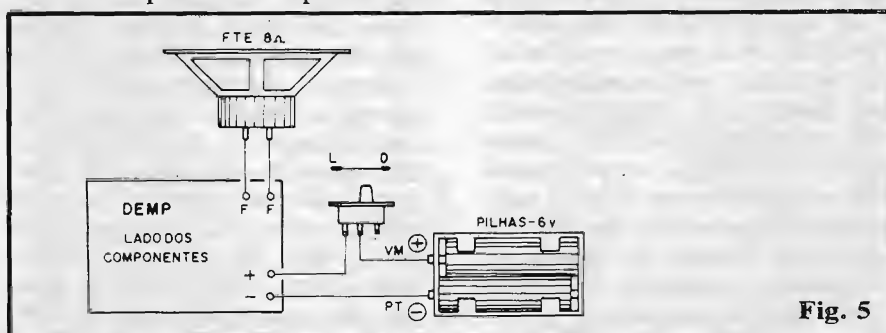

Fig. 5
- FIG. 5 - Conforme já mencionado, as únicas conexões externas ao Circuito Impresso referem-se à ligação do pequeno alto-falante e da alimentação. Quanto a esta, lembrar sempre dos códigos universais de cores, com fio **vermelho** para o **positivo** e fio **preto** para o **negativo**. A chavinha interruptora, como é convencional, fica intercalada no fio do **positivo** da alimentação. Observem ainda que os comprimentos dos fios externos deve ser condicionado pela própria instalação do conjunto no **container** final... Não convém deixar os fios **muito longos** (isso, além de "feio", termina por gerar problemas mecânicos e elétricos...), porém, obviamente, estes devem ter as dimensões mínimas necessárias para uma confortável acomodação na caixa... Bom senso e planejamento não fazem mal nenhum...
O conjunto de características, portanto, do circuito da SUFOR 12-5, como um todo, torna-se extremamente favorável e adequado, apesar da sua relativa simplicidade... É bom lembrar, contudo, que apesar do bom dimensionamento das condições de trabalho dos componentes ativos, estes dissiparão uma relativa potência, sendo então necessário dotar o 7812 de um dissipador pequeno, e o TIP34 de um dissipador maior, conforme relacionado mais à frente (fig. 5), no sentido de proteger tais componentes contra "estouros" térmicos (o circuito é convenientemente auto-regulado e protegido, mas sempre é bom evitar que componentes "fritem", ainda que estes teoricamente "aguentem" a dissipação...).